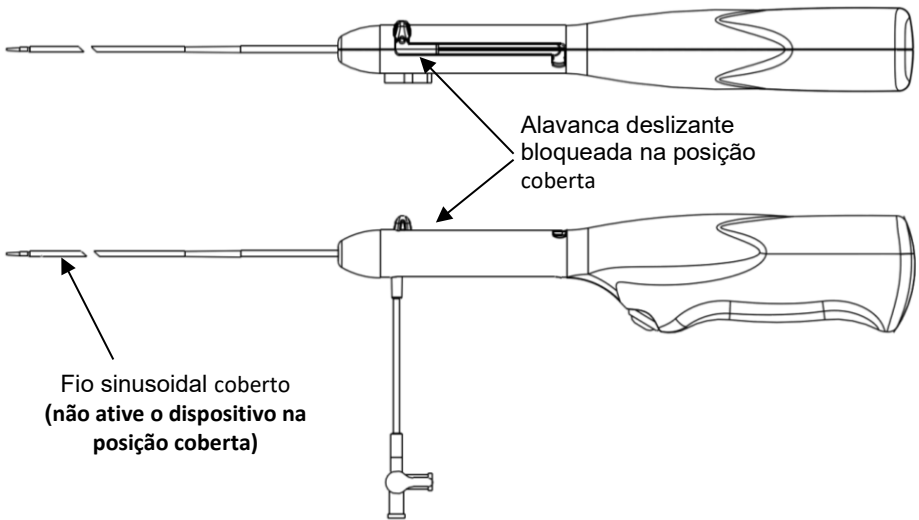

Figura 3
9. Coloque o dispositivo na posição coberta; empurre a alavanca deslizante para a posição distal e rode-a para bloquear na posição coberta (consulte a Figura 3). Na posição coberta, apenas a ponta flexível do fio sinusoidal deve prolongar-se para lá do cateter. **Aviso: o dispositivo não deve ser ativado na posição oculta.**
9. Coloque o dispositivo na posição coberta; empurre a alavanca deslizante para a posição distal e rode-a para bloquear na posição coberta (consulte a Figura 3). Na posição coberta, apenas a ponta flexível do fio sinusoidal deve prolongar-se para lá do cateter. O dispositivo não deve ser ativado na posição oculta.